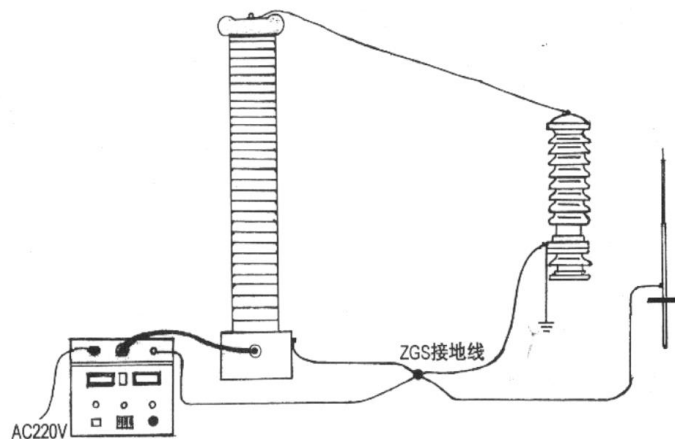

图 4 试验回路接地线示意图
- 试验前请检查试验器控制箱、倍压筒和试品的接地线是否接好。试验回路接地线应按本说明书（图 4）所示一点接地。
地线。保护接地线与工作接地线以及放电棒的接地线均单独接到试品的地线上（即一点接地）。严禁各接地线相互串联。为此，应使用专用接地线。（见图 4）上。
3、接线图见图 4 试验回路接地线示意图